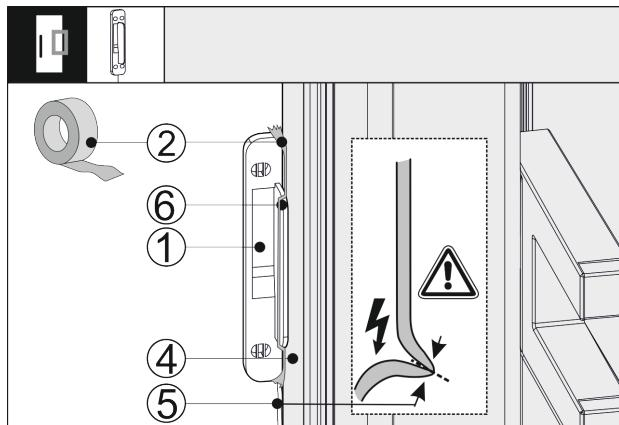

Fig. 42
- Установите датчик стука Fig. 42 (1) сбоку на двери устройства Fig. 42 (4) так, чтобы упор Fig. 42 (6) прилегал к двери устройства Fig. 42 (4). Кабель датчика Fig. 42 (5) слегка натянут и также прилегает к двери устройства Fig. 42 (4).
► Зафиксируйте датчик стука Fig. 42 (1) клейкой лентой Fig. 42 (2). Позже датчик стука будет прикручен к мебельному фасаду.